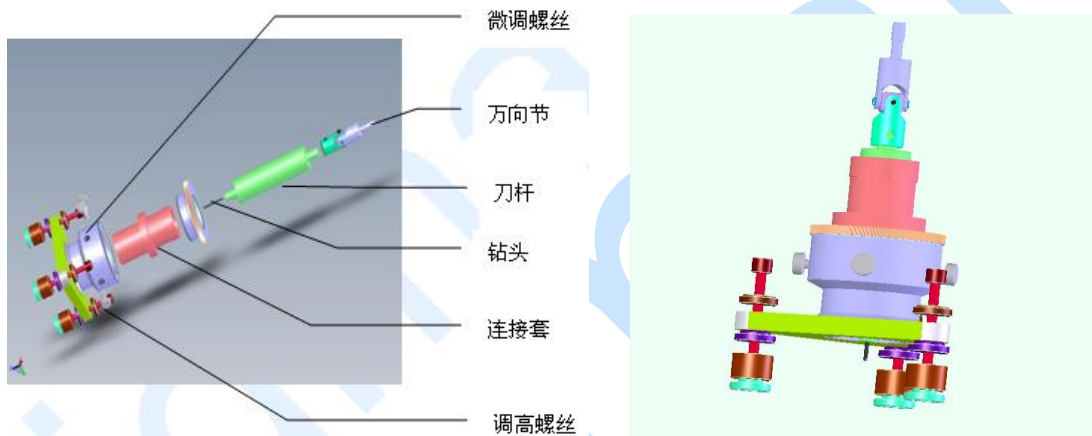

图 1 平面打孔装置
1. 对于贴在平面上的应变花应选择三角形的平面装置（见图 1）。